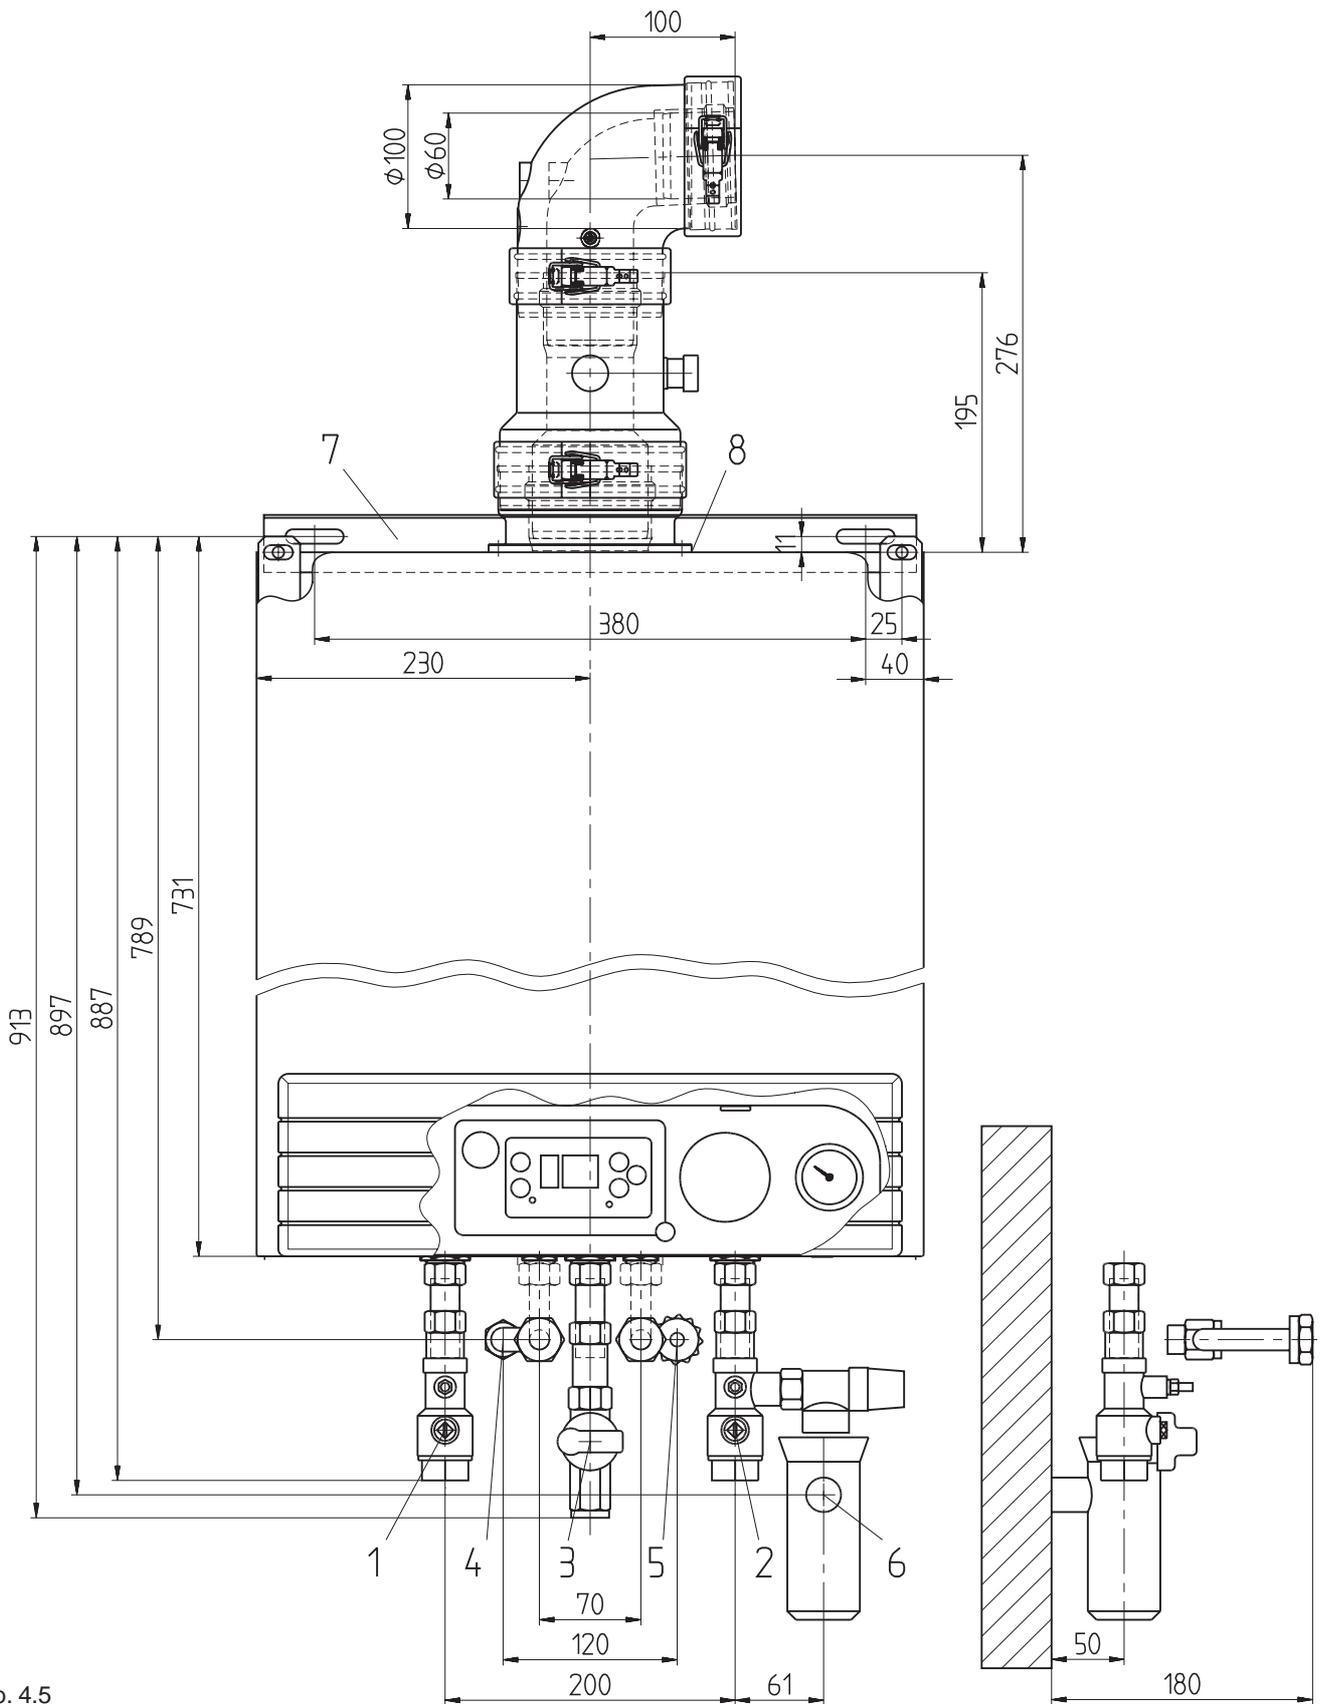

Abb. 4.5
- Bei der Installation der Rohrleitungen und des Rapido-Anschlußzubehöres beachten Sie die Maße in Abb. 4.5 bzw. Abb. 4.6.
- Montieren Sie die Montageschiene entsprechend der Maße in Abb. 4.5 bzw. Abb. 4.6 an die Wand.